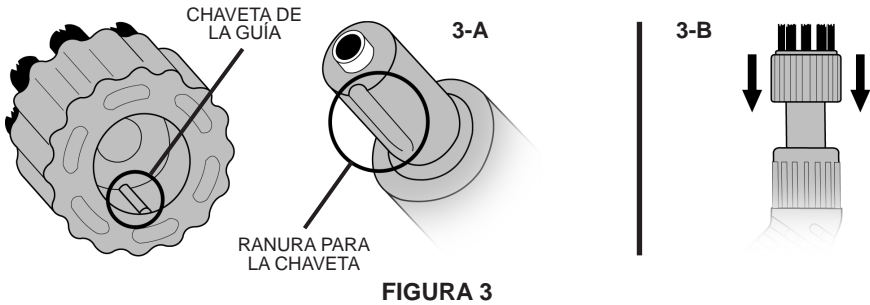

FIGURA 3
1. Alinee el Cepillo Secundario seleccionado con la Boquilla de Chorro. La llave guía del interior del Cepillo Secundario debe alinearse con la ranura de llave de la punta de la Boquilla de Chorro (FIGURA 3-A).
2. Presione firmemente el Cepillo Secundario hacia la Boquilla de Chorro (FIGURA 3-B).